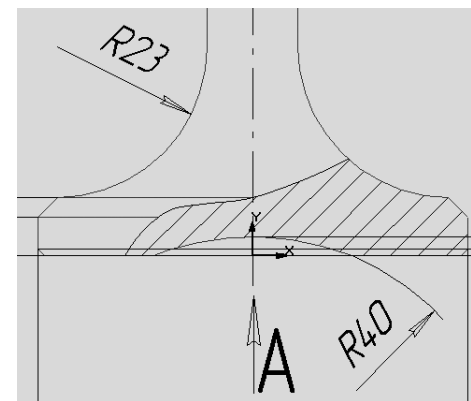

Рис. 4.27
18. Простановка радиальных размеров. Нажмите кнопку  (**Радиальный размер**) и наведите курсор между тарелкой и стержнем клапана. При этом цвет линии изменится на красный, а вместо радиуса **R 23** появится прямоугольная рамка. Установите размер так, как показано на рис. 4.27, затем нажмите левую кнопку мыши. Повторным нажатием зафиксируйте
те размер, который по умолчанию будет идти от центра, но в данном случае нас это устраивает. Аналогичную процедуру нужно проделать для радиуса сегмента **R 40**, расположенного в нижней части тарелки клапана. Однако здесь размерная линия радиуса, идущая от центра, уже недопустима, так как пересекает другой размер. Для простановки этого размера с противоположной от центра стороны нужно нажать кнопку  (**Размерная линия от центра**). При этом кнопка примет такой вид: . Размерная линия значительно укоротится и уже не будет проходить через другие размеры, затрудняя чтение чертежа. Зафиксируйте левой кнопкой мыши положение радиального размера в правой части от оси симметрии (рис. 4.27).